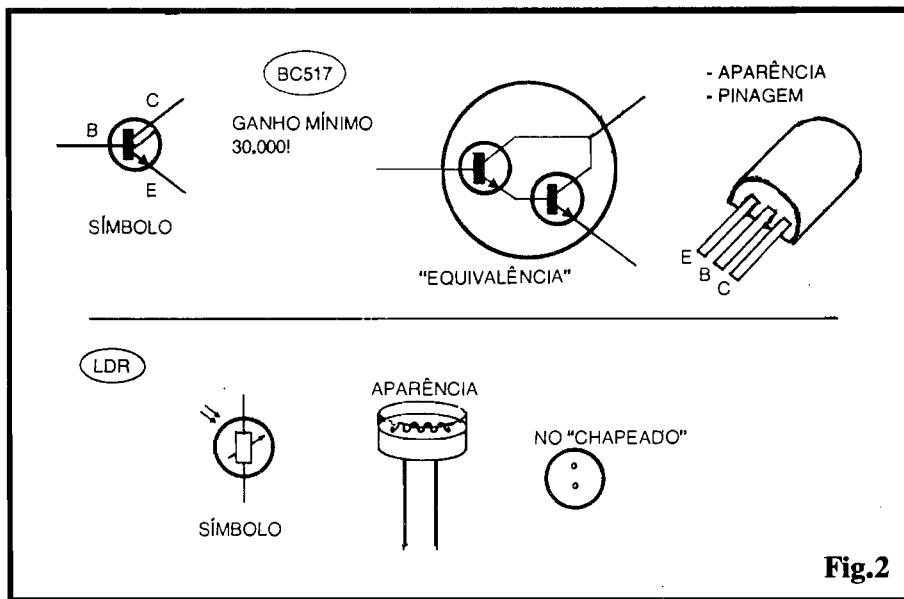

Fig.2
- FIG. 2 - ALGUNS DOS COMPONENTES PRINCIPAIS... - O transistor (que parece um “BC” comum, mas é “mais” do que isso...) BC517, e o LDR “padrão”, são vistos em detalhes, na figura, que mostra as aparências, pinagens, “equivalências” e símbolos dos ditos componentes... Quanto ao BC517, observar que, embora “por faro” nada difira de um BC comum, contém, na verdade, dois transistores internos em configuração de super-ganho (Darlington), deixando externamente acessíveis apenas os três terminais convencionais (base,